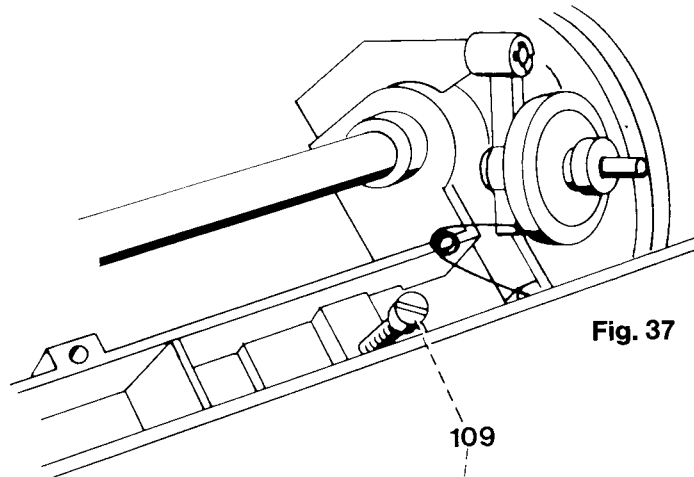

Fig. 37
- Durch die Bohrung der Gehäuseeinlage die Schraube 109 fast ganz herausdrehen (Abb. 37).
- Turn out screw 109 almost completely (Fig. 37).
- Dévissez presque-entièrement la vis 109 par le forage du bac à accessoires (fig. 37).